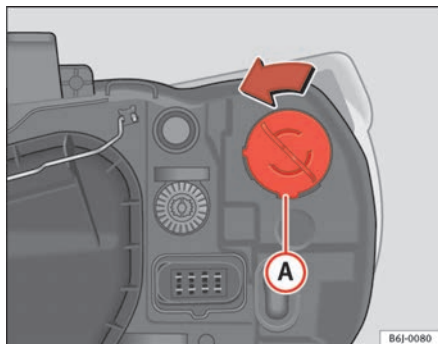

Abb. 151 Blinker bei
- Die Fassung ⇒ Abb. 151 (A) nach links drehen und ziehen.